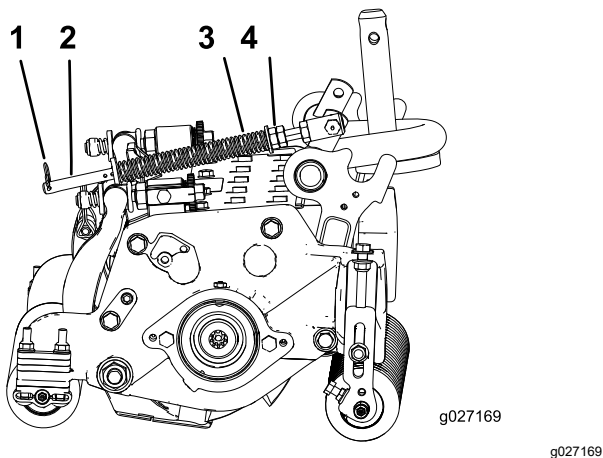

Figura 14
1. Certifique-se de que o contrapino do gancho está instalado no orifício traseiro na haste da mola (Figura 14).
comprimento da mola em compressão seja de 15,9 cm (Figura 14).